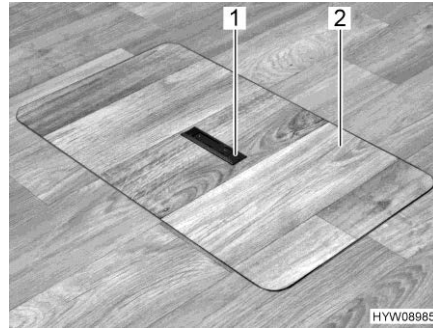
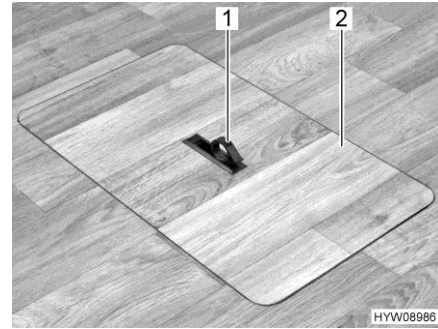

Fig. 55 Copertura vano pavimento
Fig. 56 Copertura vano pavimento
- Spingere la piastra di presa (Fig. 55,1) verso il basso da un lato. La maniglia (Fig. 56,1) viene ruotata verso l'alto.
- Alzare la copertura (Fig. 56,2).
- Collocare la copertura (Fig. 56,2) nell'intelaiatura presente sul fondo.